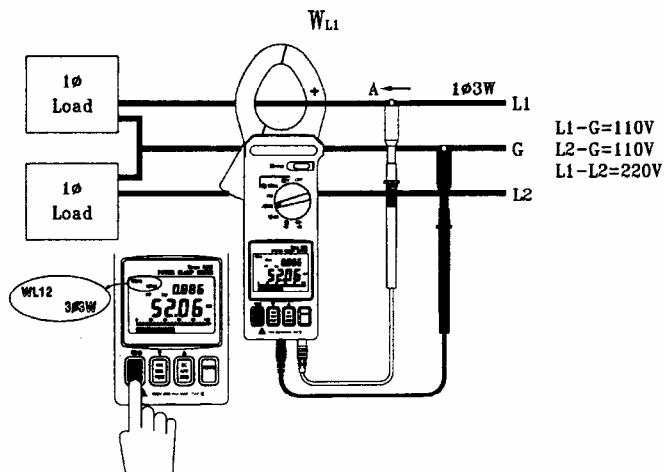

Рис. 11
2. Измерение мощности $W_{RS(L1G)}$ (см. рис. 11)